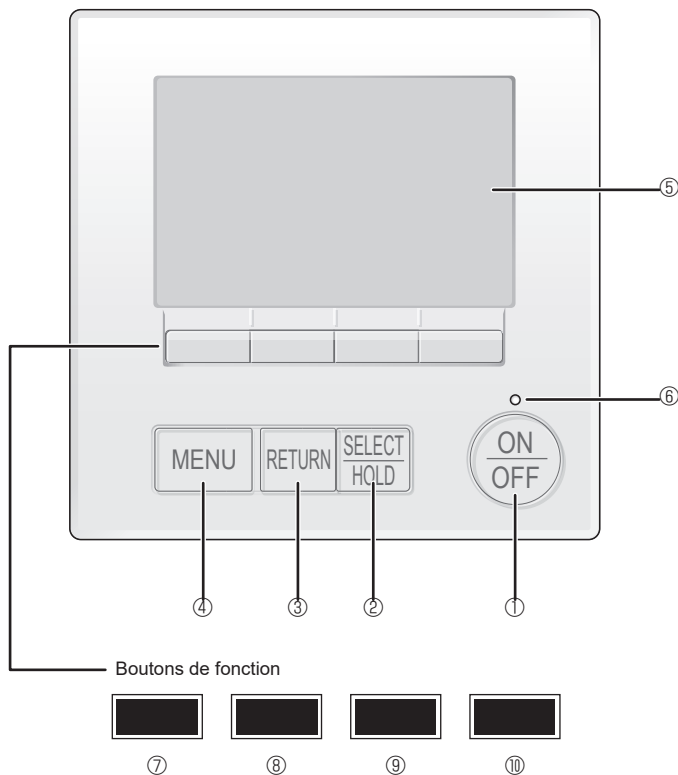

Fig. 6-1
6.2.1. Utilisation de la télécommande filaire (Fig. 6-1)
① Bouton [ON/OFF]